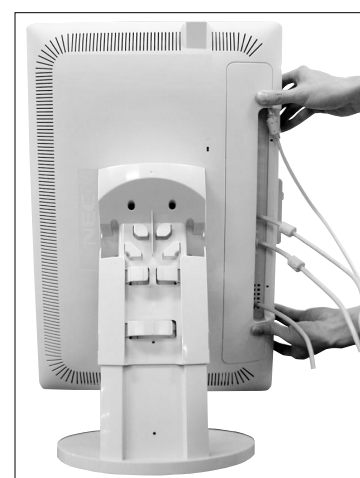

Figure C.5
7. Placez le couvercle du connecteur sur l'arrière du boîtier (**Figure C.5**).